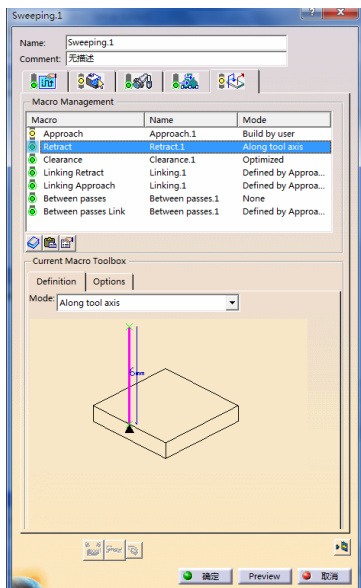

图 3-252 设置“Retract”参数（12）
- 在“Macro Management”区域的列表框中选择“Retract”，单击鼠标右键，在弹出的快捷菜单中选择 Activate 命令，在“mode”下拉列表中选择“Along tool axis”，设置“Retract”参数（12）如图 3-252 所示。